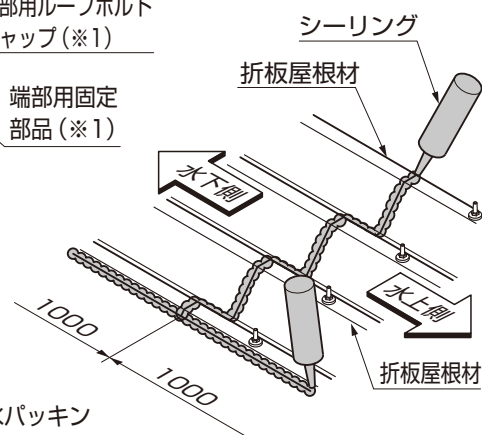

図16-17
- ⑨ 水下側と水上側の折板屋根材の接合部分にシーリングしてください。(図16-17参照)